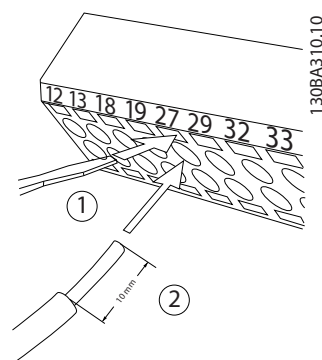

Рисунок 2.13 Подключение элементов управления
1. Разомкните контакт, вставив небольшую отвертку в прорезь, расположенную над или под контактом, как показано на *Рисунок 2.13*.